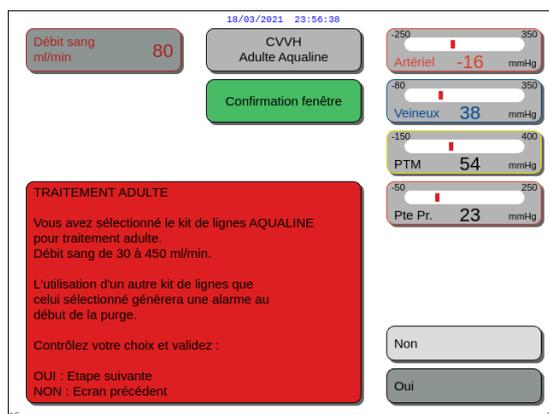

Fig. 36
- En fonction du jeu de lignes choisi, la fenêtre suivante *Confirmation* apparaît : voir Fig. 36 ou 37.